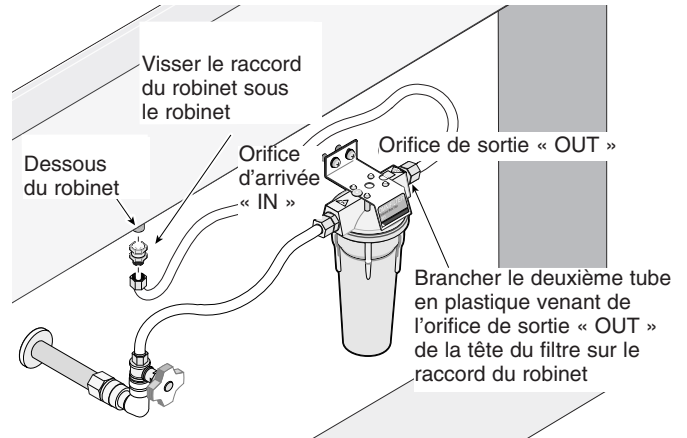

Figure 6
8. Prendre le raccord du robinet et le visser sous le robinet. Utiliser du ruban d'étanchéité en téflonMD pour rendre ce raccord étanche. Prendre l'autre morceau de tube en plastique, puis glisser un écrou à compression en laiton, un manchon à compression en plastique et un embout en laiton sur une de ses extrémités, comme pour l'opération 6. Brancher cette extrémité du tube sur l'orifice de sortie « OUT » de la tête du filtre. Brancher l'autre extrémité de ce tube de la même manière, dans le raccord du robinet. Se reporter à la Figure 6.